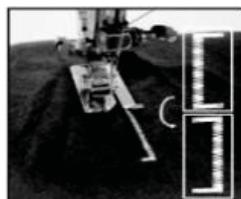

Рисунок 20
5. Поднимите прижимную лапку, поворачивая ткань на 180° (рис. 20)